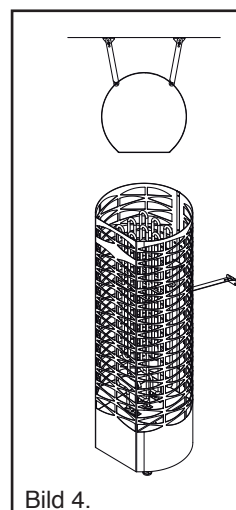

Bild 4.
- Fäst bastuaggregatet vid väggen eller laven med två stödjärn såsom bild 4 visar.